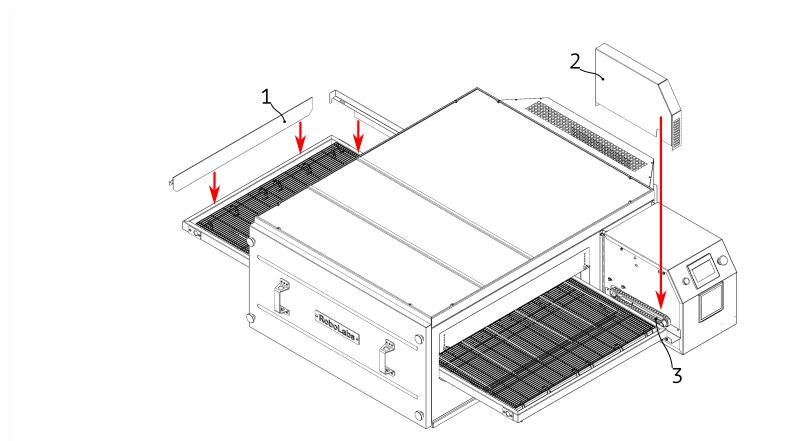

Рисунок 5
5. Одновременно с установкой конвейера установите цепь (3) на звёздочку приводного вала конвейера и ответную звёздочку, сидящую на валу, выходящему из отсека электрокомпонентов, см. Рис. 5.